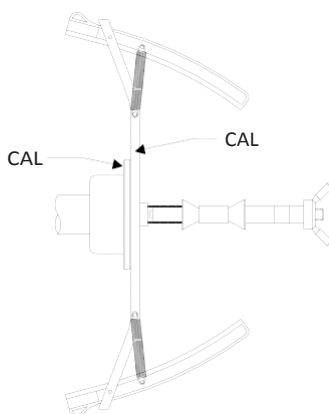

Fig. F4.1 Aplicación de la brida para motocicletas en el eje. Alinee la palabra "Cal" en la brida del eje con la de las motocicletas.
2. Aplique la brida para las ruedas de motocicletas en el eje, tal como se muestra en la figura F4.1.